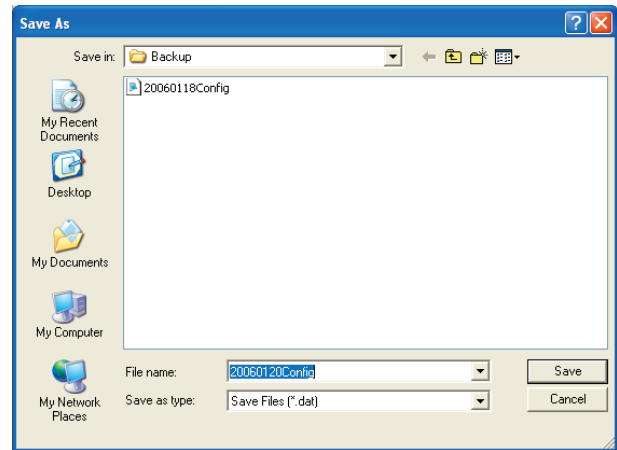

рисунок 8.22: Окно "Save configuration file as"
- 1 Из главного меню щелкните по кнопке Save configuration file. Появится следующее окно (см. рисунок 8.22).
Имя файла по умолчанию основано на установке даты в часах компьютера (см. рисунок 8.22).